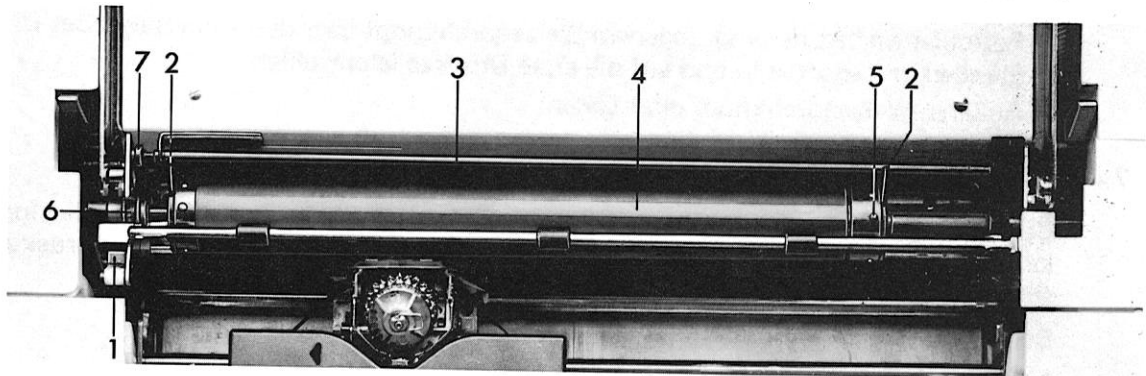

Abb. 14 Eingelegte Stachelwalze
- linken Klemmhebel 1) Abb. 14 der Walzenverriegelung drücken
- das Formular um die Stachelwalze führen und mit den Führungslöchern gleichmäßig in die Transportstacheln 5) Abb. 14 einlegen